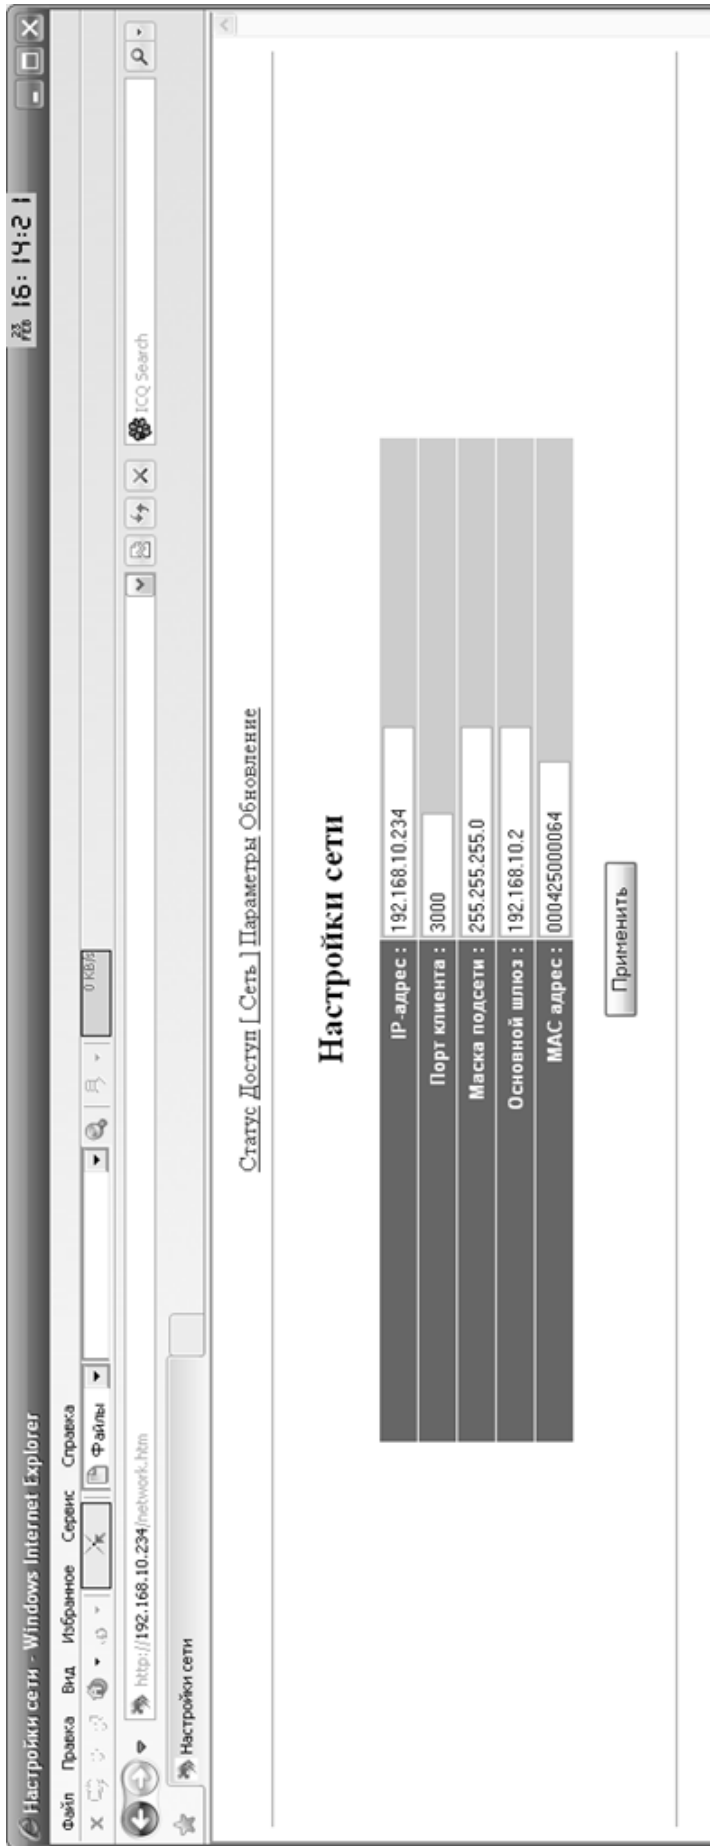

Рисунок 6 Страница изменения параметров настройки сетевых параметров
- Сеть – рисунок 6 – страница, на которой можно адаптировать устройство к параметрам сети Ethernet.